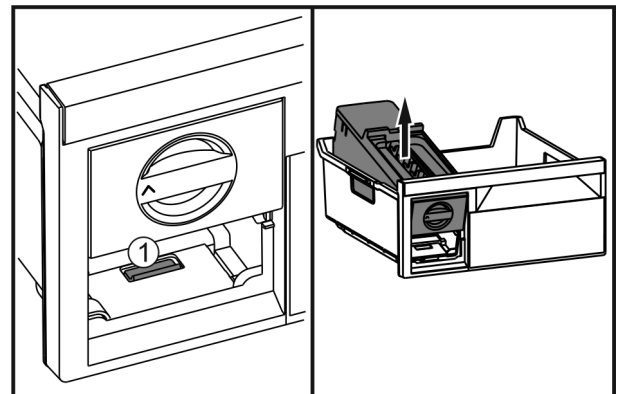

Fig. 36
- ▶ Premere la linguetta Fig. 36 (1), sollevare EasyTwist-Ice da dietro ed estrarlo dal cassetto del congelatore.